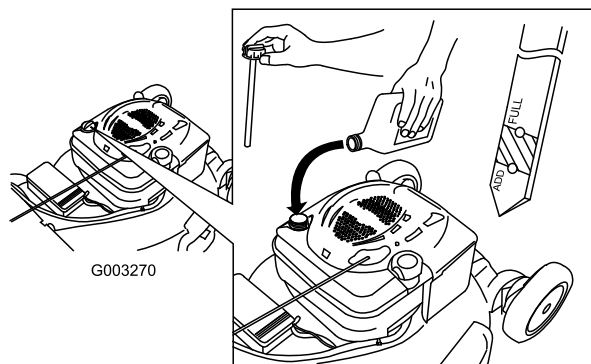

Рисунок 6
1. Извлеките масломерный щуп (Рисунок 6).
2. Медленно залейте масло в маслозаливную горловину до тех пор, пока его уровень не достигнет отметки Full («Полный») на щупе (Рисунок 6). Проверка уровня масла с помощью щупа производится через 3 минуты после долива. **Не допускайте переполнения картера.** (Макс. объем масла: 0,59 л (20 унций.), тип: автомобильное моющее масло (SAE 30), имеющее классификацию API: SF, SG, SH, SJ, SL или выше.)